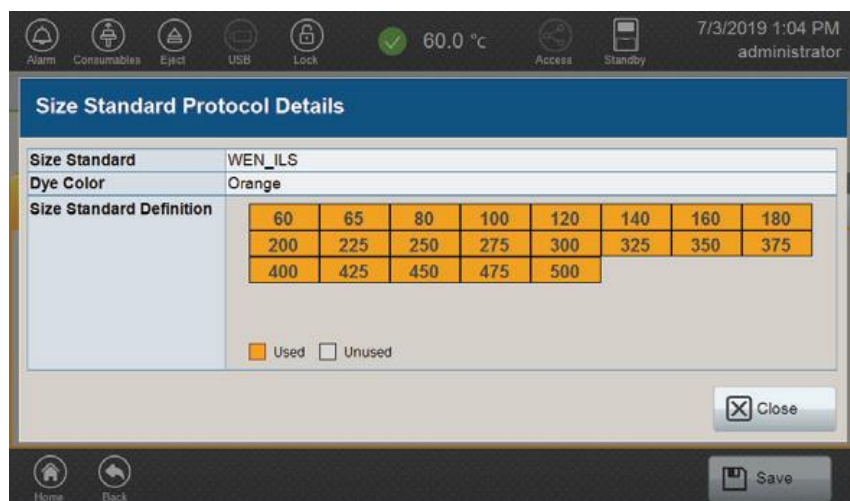

図 129 New Sizecalling Protocol 画面の Size Standard Protocol Details
Size Standard	Sizing quality (SQ) と電気泳動の quality (EQ) を計算するときには、Sizecalling protocol で使用する Size standard (図 129) を定義し、sizecalling protocol で使用する size standard 内のピークを指定します。SQ や EQ を定義づけするためには、セクション 5.7 の Result タブを参照してください。 注：選択した Size standard は、サンプルとして使用されるものと一致しなければなりません。
- Detail** を選択し、Size Standard Protocol のパラメーターを確認してください。（図 129）